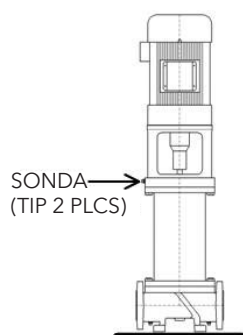

Figura 7: Colocación correcta de las sondas de temperatura
8. El lugar de colocación correcto de sondas de temperatura es en la extremidad superior de la caja de la unidad de la bomba en uno de los orificios provistos. Los orificios vendrán tapados de fábrica. Se muestra la ubicación correcta para la sonda de temperatura en la Figura 7.